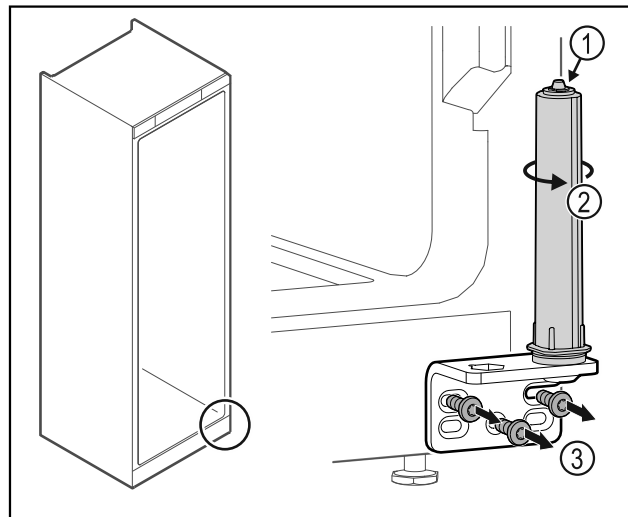

Fig. 32
- ▶ Du må ikke adskille dørlukkesystemet Fig. 32 (1).
- ▶ Drej lukkesystemet Fig. 32 (2), indtil det klikker.
- ▶ Skru hængselvinklen Fig. 32 (3).